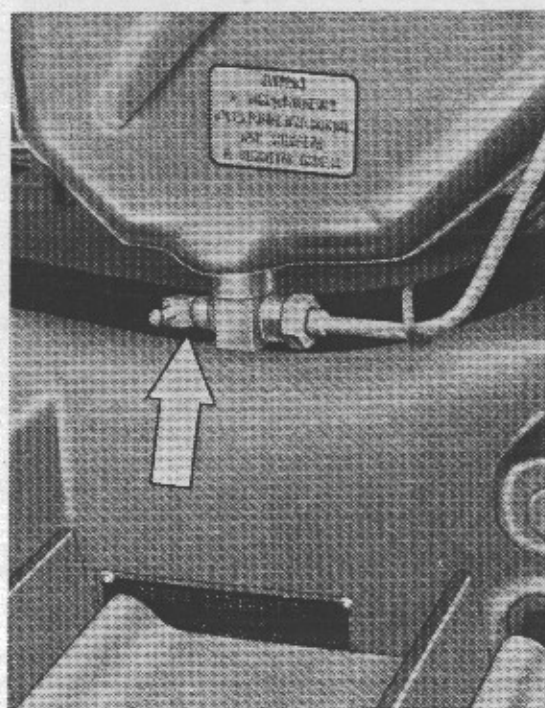

Fig. 24
- Ricordarsi che il rubinetto del gasolio (fig. 24) non deve mai essere chiuso, se non in occasione di sostituzione di filtri, tubazioni ecc., allo scopo di evitare nocive aspirazioni d'aria dall'esterno.
- 1) Assicurarsi che nel serbatoio sia contenuto gasolio sufficiente e che il rubinetto posto sotto il serbatoio sia aperto (fig. 24).